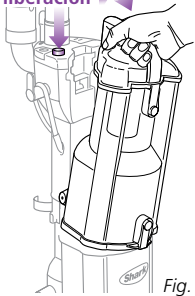

Fig. 13
- 1 Presione el botón de liberación del recipiente (■) de la tierra y saque el recipiente de la aspiradora. (Fig. 13)